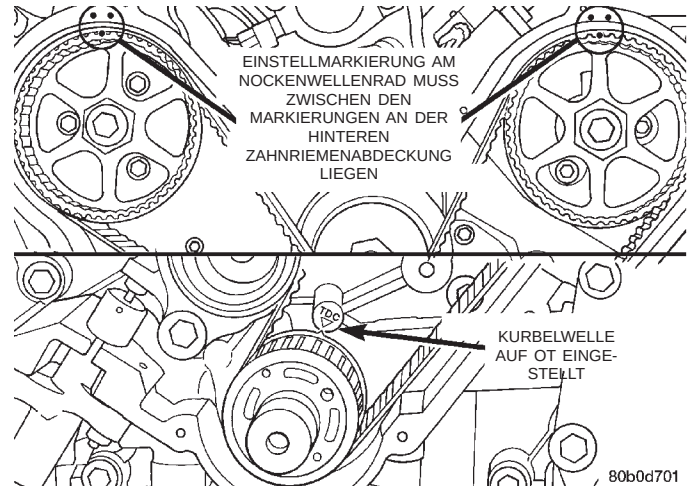

Abb. 51 Einstellmarkierungen für Nockenwellenräder
(5) Nockenwellenräder auf den Nockenwellen montieren. **NEUE** Befestigungsschrauben für Nockenwellenräder eindrehen. Die 255 mm (10 Zoll) lange Schraube wird in die linke Nockenwelle und die 213 mm (8 3/8 Zoll) lange Schraube wird in die rechte Nockenwelle eingedreht. **Die Schrauben nicht festziehen.** Für beide Nockenwellenräder gilt, dass die Markierung auf dem Nockenwellenrad zwischen den Markierungen auf der Abdeckung liegen muss (Abb. 51).